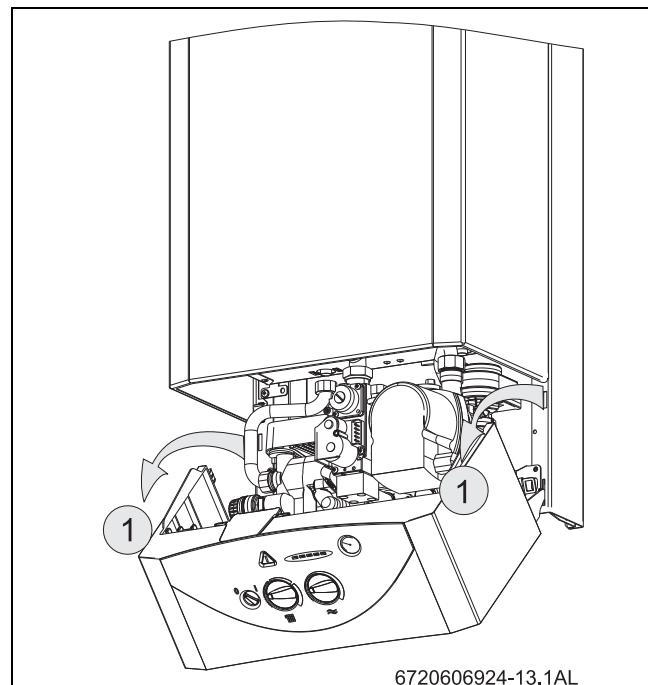

Fig. 24 Position de réglage
- Mettre l'appareil hors service (0) au moyen de l'interrupteur principal.
- Enlever l'habillage (voir Fig. 24).
- ▶ Accrocher le tableau électrique dans la position de réglage (voir Fig. 24).
- ▶ Desserrer la vis d'étanchéité (3) et raccorder le manomètre en U au raccord de mesure.